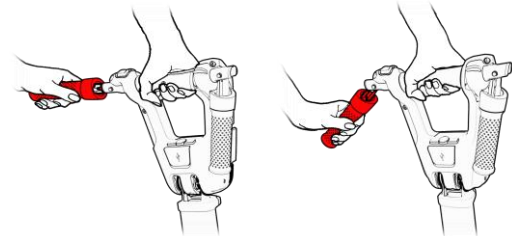

Figure 37
2. Klappen Sie beide Seiten des Lenkers herunter (siehe Abbildung 37).